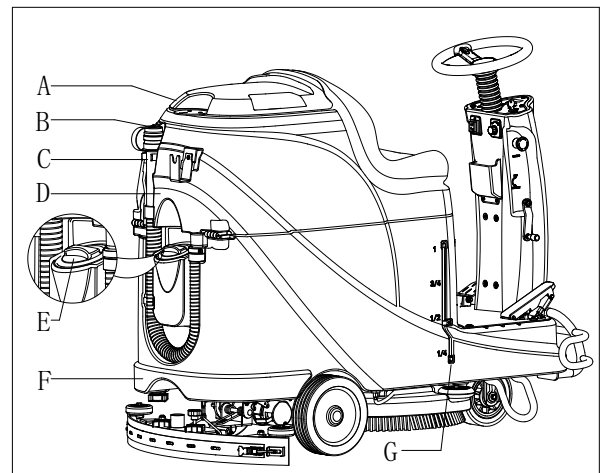

Figura 8
1. Abra la tapa de la entrada de agua (E, Figura 8).
3. No llene el depósito en exceso. Refiérase al indicador del nivel de agua (G) en cuanto al volumen del agua.